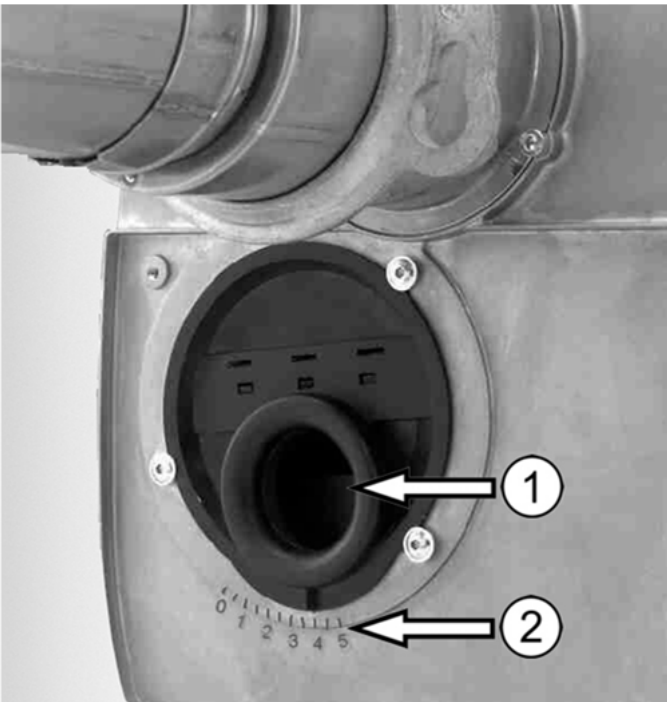

Abb. 30: Lufteinlaufdüse ① und Skala ②
Muss die Einstellung der Lufteinlaufdüse ① (s. Abb. 30) verändert werden, so kann dies wie folgt geschehen:
- ➔ Lösen Sie die drei Klemmschrauben der Lufteinlaufdüse ①.
- ➔ Drehen Sie die Lufteinlaufdüse ① auf einen höheren Skalenwert ②, um eine größere Luftmenge zu erhalten. Oder: Drehen Sie die Lufteinlaufdüse ① auf einen niedrigeren Skalenwert ②, um eine kleinere Luftmenge zu erhalten.
- ➔ Ziehen Sie die drei Klemmschrauben der Lufteinlaufdüse ① wieder fest.